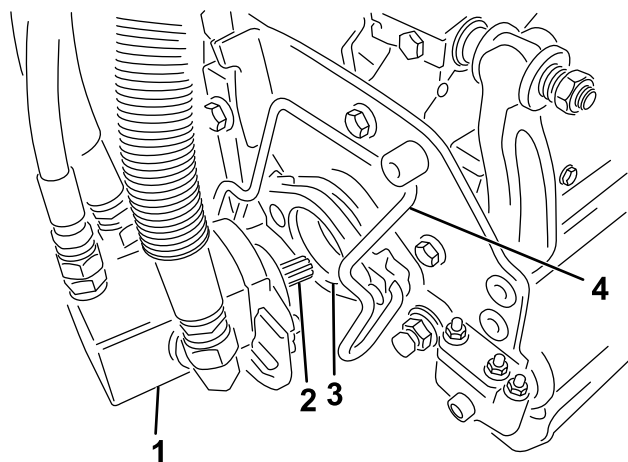

Figura 32
5. Spalmate del grasso pulito sull'albero scanalato del motore dell'apparato di taglio (Figura 32).
6. Inserite il motore nel lato sinistro dell'apparato di taglio (come mostrato dalla posizione dell'operatore) e tirate la barra di fissaggio del motore sull'apparato di taglio verso il motore stesso fino a udire chiaramente uno scatto da ambo i lati del motore (Figura 32).